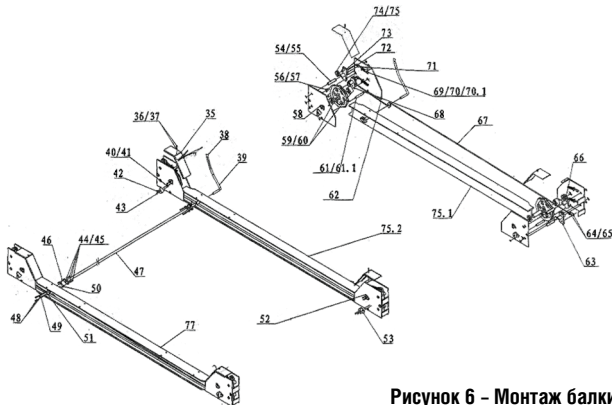

Рисунок 6 – Монтаж балки
2. Установите поперечные балки в пазы предохранительного фиксатора на уровне четвёртого-пятого паза. Монтаж балок на (рис. 6). Для данной операции используйте подъёмное оборудование или выполняйте её вдвоём, держа за разные концы балок.